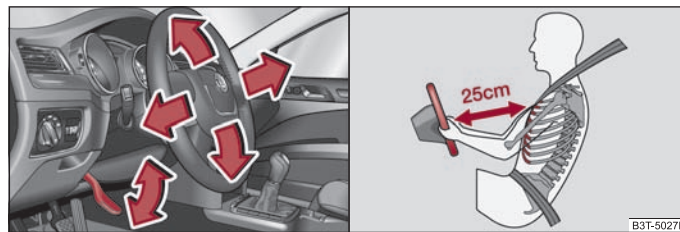

Fig. 3 Volan reglabil: Maneta de la coloana volanului/distanța corectă dintre șofer și volan
- Îndreptați maneta de sub volan, în jos ⇒ fig. 3 - stânga.
- Reglați astfel scaunul șoferului astfel încât distanța dintre volan și torace să fie de cel puțin 25 cm ⇒ fig. 3 - dreapta. Dacă nu se respectă această distanță, sistemul airbag nu își poate exercita eficiența maximă - Pericol!